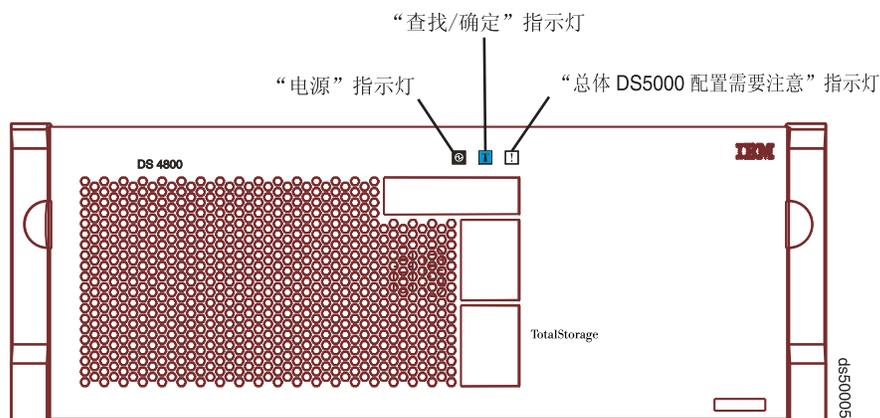

图 121. DS5100 和 DS5300 前挡板上的“总体配置需要注意”指示灯
2. 通过检查存储子系统前挡板上的“总体配置需要注意”指示灯，查找互连电池单元的电池组出现故障的存储子系统。（第 179 页的图 121 显示了前挡板上“总体配置需要注意”指示灯的位置。）